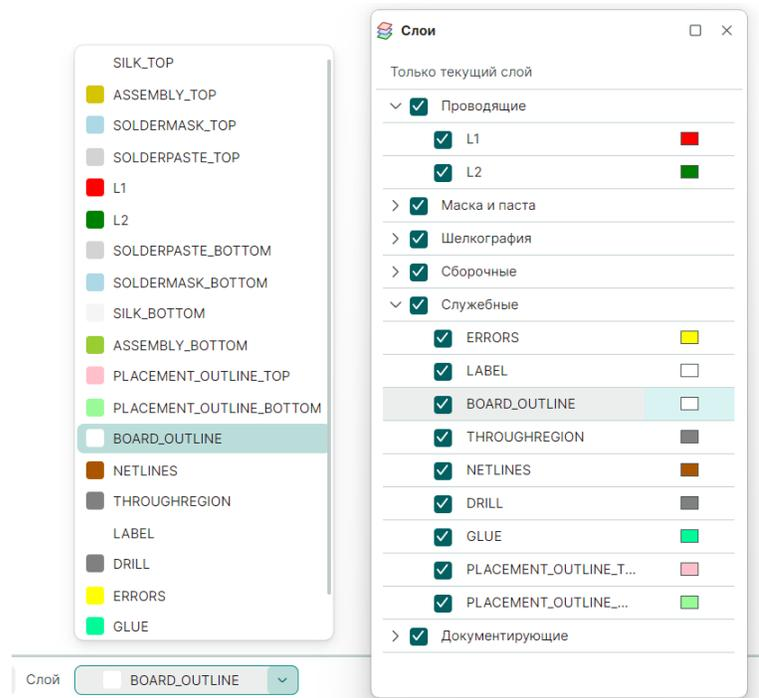

Рис. 105 Выбор слоя BOARD\_OUTLINE текущим слоем
1. Выберите в редакторе платы слой BOARD\_OUTLINE в качестве текущего слоя, см. Рис. 105.